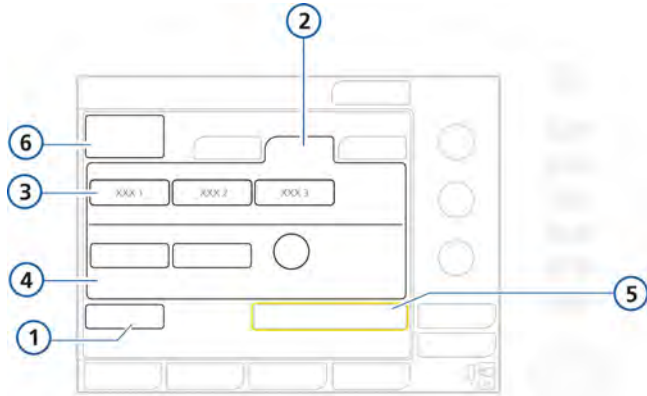

Figura 4-2. Ventana de configuración del paciente/Standby (pacientes adultos/pediátricos)
Después de comenzar la ventilación, aparece la ventana de configuración del paciente (figura 4-2) con los ajustes predeterminados seleccionados. Seleccione, ajuste y active las opciones que desee.
- **Adulto/Ped.** Para pacientes adultos y pediátricos (figura 4-2). Consulte la tabla 4-1 para conocer los intervalos de peso y edad.